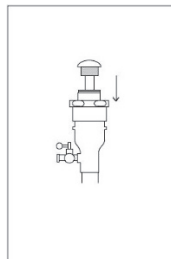
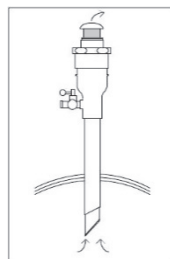

図4
図5
- (5) バルブを装着したカニューラに適切なサイズの単回使用スパイクを垂直に挿入する(図4参照)。
- (6) 挿入したオーディブルスパイクの頭部を手のひらで包み込むようにして固定し、適切な角度をつけ、皮膚切開部より穿刺を行う。
- (7) オーディブルスパイクを使用した場合、腹腔内に穿刺されると、セーフティシールドがチップをカバーし、臓器の損傷を防ぐ。気腹下では、気腹ガスが機器内を通過し、頭部から音を発することで腹腔内に到達したことが確認できる(図5参照)。
- (8) 腹腔の適切な位置に穿刺後、速やかにオーディブルスパイクを抜去し、バルブを装着したカニューラが安定するよう適切な深さまで挿入し、内視鏡下手術を行っていく。